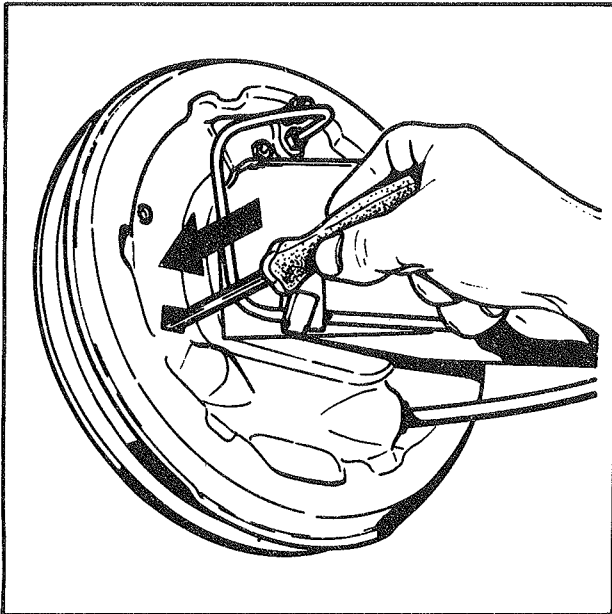

Fig. 2
- A l'aide d'un tournevis, pousser le levier de frein à main de manière à dégager l'ergot du levier de frein à main, de la garniture tendue (cette opération est facilitée en détendant le câble de frein à main) (Fig. 2).